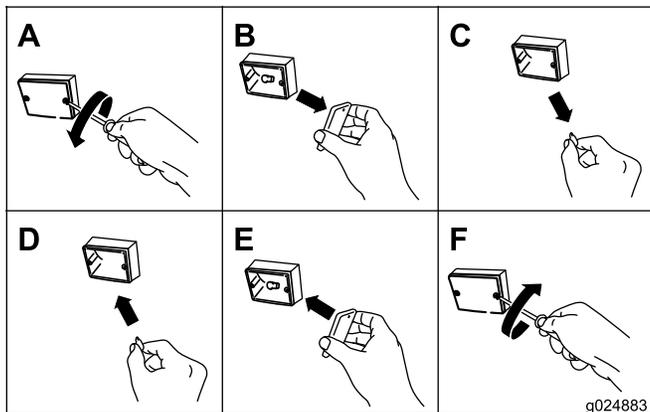

Figure 58
1. À l'aide d'un tournevis, retirez les 2 vis du petit verre rectangulaire orange à l'avant du feu (Figure 58).
2. Déposez le verre orange (Figure 58).
3. Sortez l'ampoule de la douille (Figure 58).
4. Insérez une ampoule 193 neuve dans la douille (Figure 58).
5. Reposez le verre orange et les 2 vis (Figure 58).